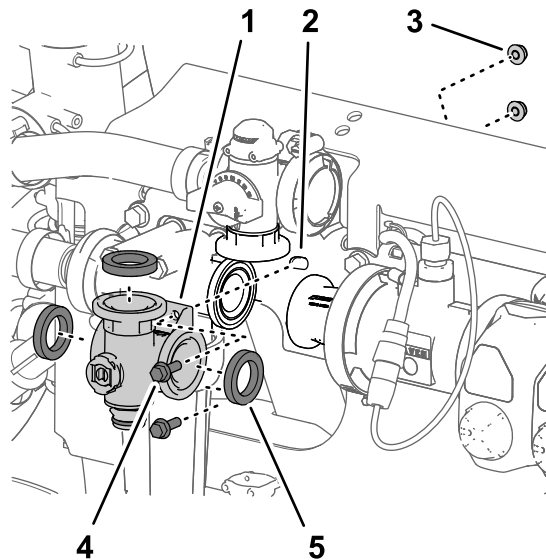
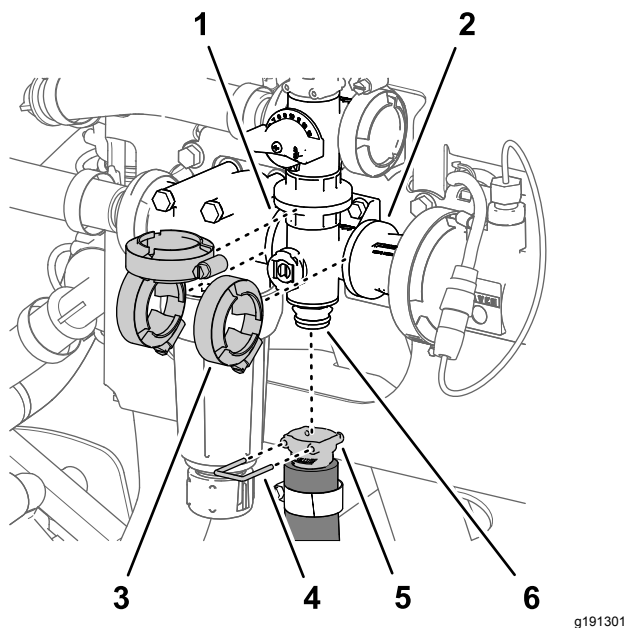

Bild 120
Bild 121
1. Fluchten Sie den Flansch des Rührwerkventilverteilers und drei Dichtungen mit den Flanschen des Rührwerksicherheitsventils, des Druckfilterkopfs und dem Kupplungsadapter aus (Bild 120 und Bild 121).
2. Befestigen Sie den Rührwerkventilverteiler mit drei Flanschklammen, die Sie in Entfernen des Rührwerkverteilterventils \(Seite 85\) entfernt haben, lose am Rührwerksicherheitsventil, am Druckfilterkopf und am Kupplungsadapter (Bild 121).
5. Ziehen Sie die drei Flanschklammen mit der Hand an (Bild 121).
6. Befestigen Sie die Schnellkupplung des Rührwerkschlauchs mit dem Schnellkupplungsstift am Schnellkupplungsanschlussstück des Rührwerkventilverteilers (Bild 121).